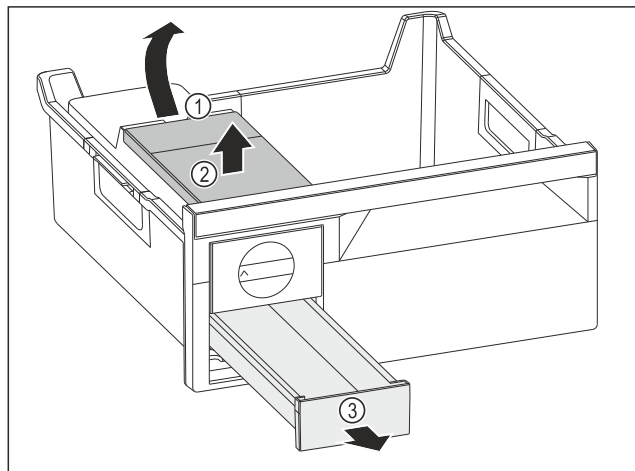

Fig. 156
- ▶ Wassertank entnehmen: Wassertank an der Aussparung Fig. 156 (1) anheben.
- ▶ Wassertank Fig. 156 (2) nach oben entnehmen.
- ▶ Eisdübelhalter Fig. 156 (3) nach vorne entnehmen.